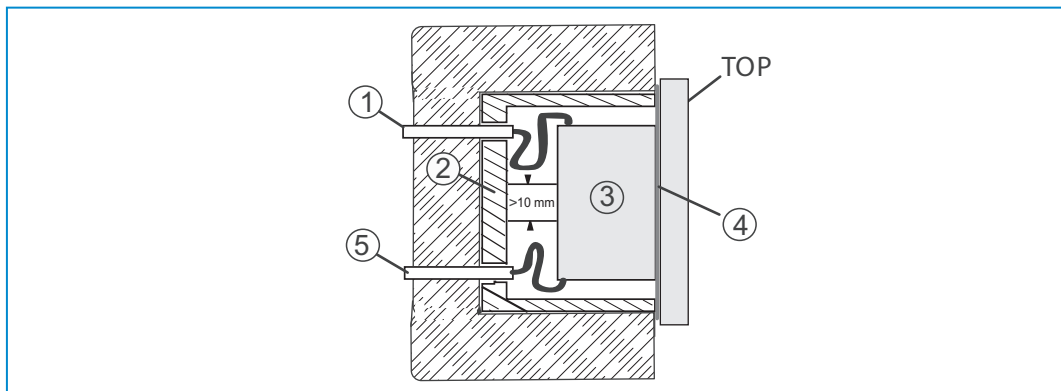

Abb. 7: SELV-Stromkreise
- » Achten Sie bei der Montage auf eine räumliche Trennung (> 10 mm) der SELV-Stromkreise zu anderen Stromkreisen (siehe Abb. 7).